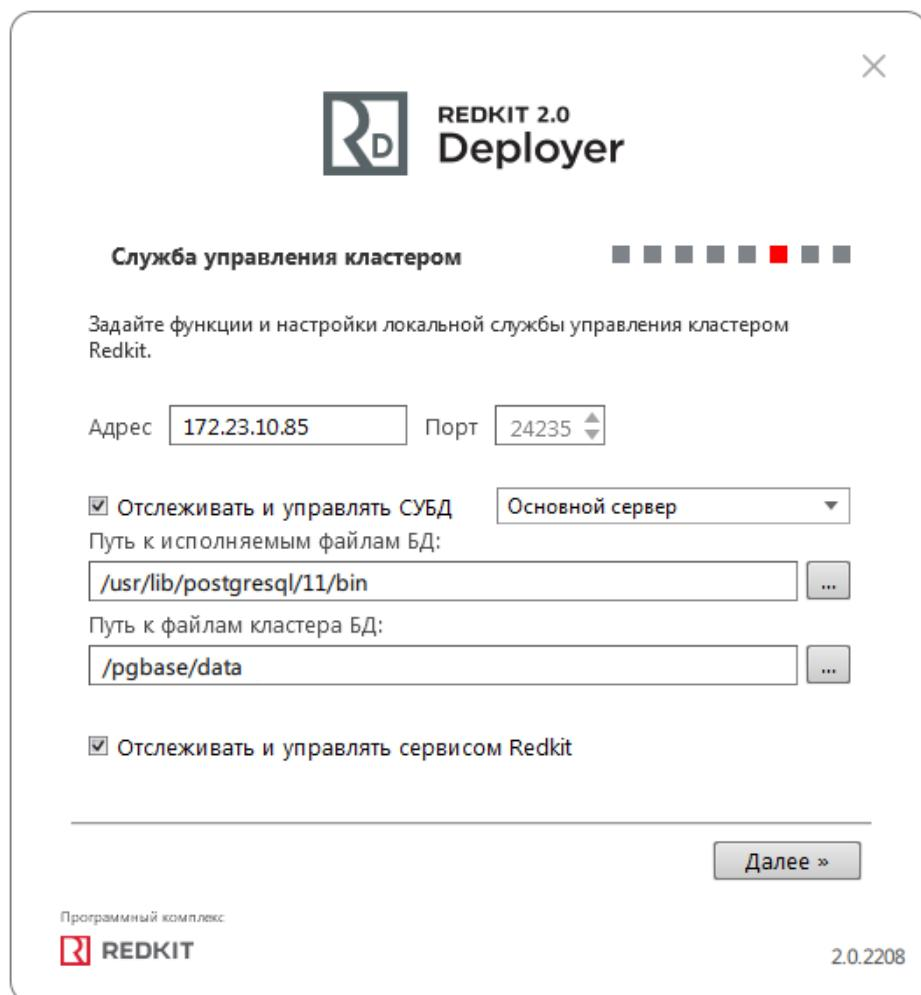

Рисунок 72 - Служба управления кластером
14. Укажите настройки службы управления кластера Redkit согласно Таблице 15 и нажмите **Далее** (Рисунок 72).